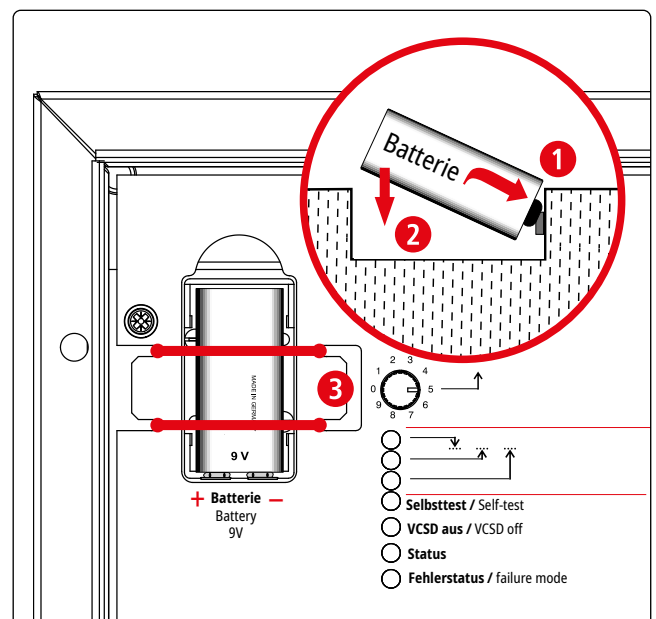

Bild 8 Batteriefach
- ➔ Zum Entnehmen der Batterie, zuerst O-Ring entfernen und dann die Batterie herauskippen (Beachte hierzu Bild 8, Seite 10).
Im Auslieferungszustand befindet sich die Blockbatterie 9 V (Art.-Nr. 923099) unkontaktiert im Batteriefach des VCSD. Vor der Inbetriebnahme muss die an der Batterie (Anschlusspole +/-) angebrachte Polschutzabdeckung entfernt werden. Erst danach kann die Batterie ordnungsgemäß wie in Bild 8 dargestellt eingelegt bzw. angeschlossen werden.
Zum Sichern **3** der Batterie muss der O-Ring wieder angebracht werden (siehe Bild 8).